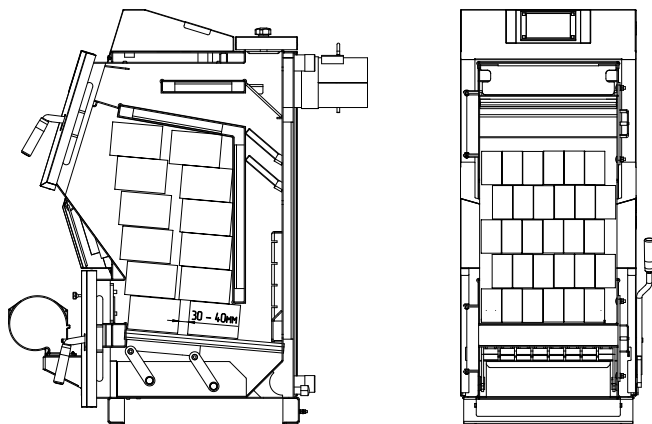
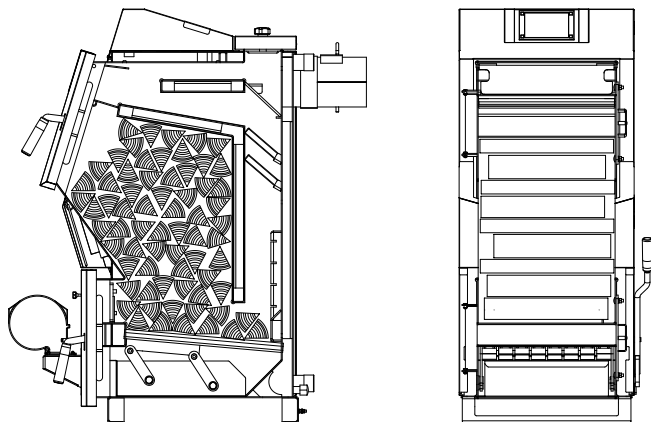
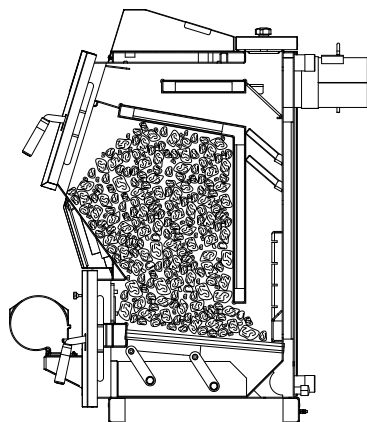

Рис.7 Схема загрузки котла древесными брикетами.
Рис.8 Схема загрузки котла дровами.
Рис.9 Схема загрузки котла углём.
8.5.5. Для полной загрузки котла топливом для длительного горения необходимо: выключить вентилятор нажатием кнопки «СТОП», открыть дверцу загрузочную аккуратно приоткрыв её на 5-10 мм на 10-15 секунд для предотвращения хлопка пиролизных газов и заполнить топку котла топливом, равномерно распределяя его по всему объему в соответствии с Рис.7, Рис.8, Рис.9. После загрузки котла убедиться в отсутствии просыпания топлива на рамку загрузочной двери и отсутствии топлива возле загрузочной двери. После загрузки котла топливом закройте и зафиксируйте дверцу загрузочную (Рис.1 поз.3) и запустите вентилятор кнопкой «ПУСК».
8.5.6. Перед добавлением новой порции топлива убедитесь, что в топке котла заканчивается топливо, узнать о наличии топлива можно во время чистки водоохлаждаемых колосников и зольного ящика через дверцу поддувальную. Для загрузки новой порции топлива в котёл необходимо, выключить вентилятор наддува нажатием кнопки «СТОП», произвести чистку колосников шуровочным механизмом, открыть дверцу поддувальную (Рис.1 поз.6), произвести чистку зольного ящика, после чистки установить его на место и закрыть дверцу зольную. Открыть дверцу загрузочную аккуратно приоткрыв её на 5-10 мм на 10-15 секунд для предотвращения хлопка пиролизных газов и заполнить топку котла топливом, равномерно распределяя его по всему объему в соответствии с Рис.7, Рис.8, Рис.9. После загрузки котла топливом закройте и зафиксируйте дверцу загрузочную (Рис.1 поз.3) и запустите вентилятор кнопкой «ПУСК».
| 5 | Повреждение лакокрасочного покрытия загрузочной двери | Несоблюдение схемы загрузки и розжига топлива | Обеспечить загрузку топлива в соответствии со схемой Рис.7, Рис.8, Рис.9 |